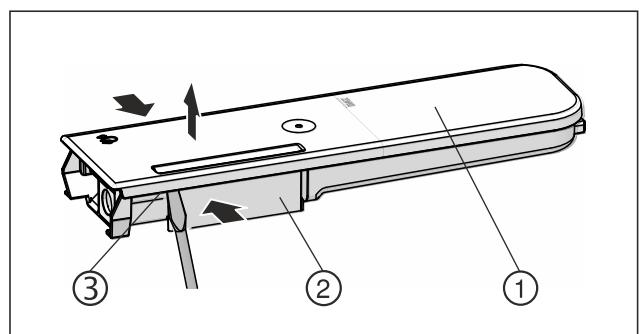

Fig. 128
- Rezervoar za vodo Fig. 128 (2) potisnite skupaj in pokrov Fig. 128 (1) previdno dvignite in povlecite navzgor nad zaklepne utore Fig. 128 (3).
- Pokrov Fig. 128 (1) narahlo potisnite v eno in drugo smer, nato ga odstranite s potiskom navzgor.